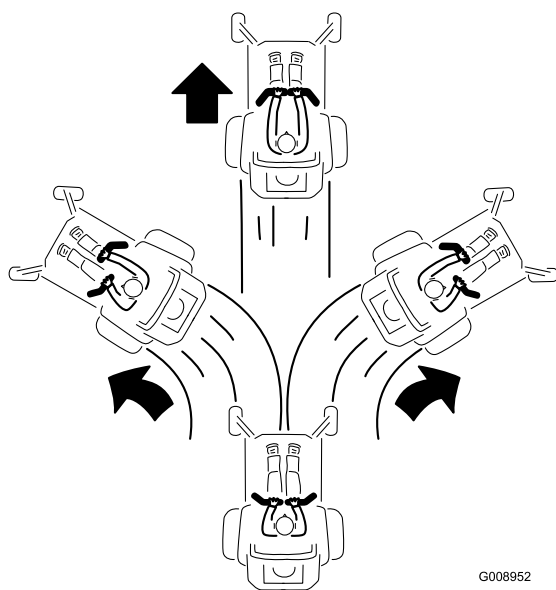

Figura 26
2. Pentru a vă deplasa în față, împingeți ușor manetele de control al mișcării în față (Figura 26).